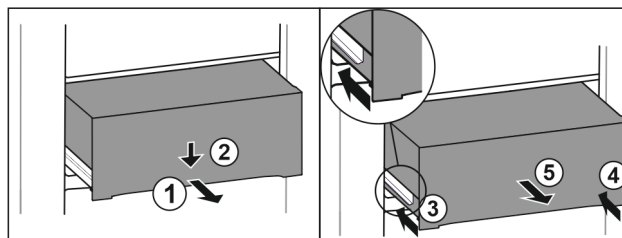

Fig. 114
- Schubfach halb herausziehen. Fig. 114 (1)
- Schubfach an der Vorderseite nach unten drücken. Fig. 114 (2)
- Linke Schiene etwa 2 cm einschieben. Fig. 114 (3)
- Rechte Schiene etwa 2 cm einschieben. Fig. 114 (4)
- Schubfach nach vorne entnehmen. Fig. 114 (5)